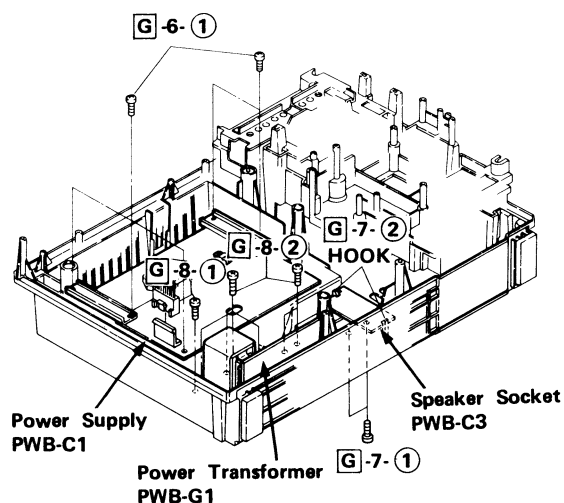

Figure 11-3
- ① Remove four screws from the heat sink support angle shown in Fig. 11-3, and take the P.W.B. off.
- ① Remove two screws from the speaker terminal and take the speaker socket P.W.B. while loosening two hooks. See Fig. 11-3.
- ① Disconnect the socket (CNS403) and remove one screw from the wire holder. See Fig. 11-3.
- ② Remove four screws from the power transformer and two screws from the voltage selector. Then take the power transformer P.W.B. out. See Fig. 11-3.
- ① Die vier Schrauben vom Kühlblechstützwinkel gemäß der Abbildung 11-3 entfernen und dann die Leiterplatte herausnehmen.
- ① Die zwei Schrauben von der Lautsprecherklemme entfernen und die Lautsprecherbuchsen-Leiterplatte durch Lockern der zwei Haken abnehmen. Siehe Abbildung 11-3.
- ① Die Buchse (CNS403) abziehen und die einzelne Schraube vom Leitungshalter entfernen. Siehe Abbildung 11-3.
- ② Die vier Schrauben vom Leistungstransformator und die zwei Schrauben vom Spannungswähler entfernen. Danach kann die Leistungstransformator-Leiterplatte abgenommen werden. Siehe Abbildung 11-3.
- ① Enlever les quatre vis de l'équerre de support de la plaque de refroidissement indiquées dans la Fig. 11-3, et retirer la P.M.I.
- ① Retirer les deux vis de la borne de haut-parleur et enlever la P.M.I. de la douille de haut-parleur tout en desserrant les deux supports. Voir la Fig. 11-3.
- ① Débrancher la douille (CNS403) et retirer une vis du support de fils. Voir la Fig. 11-3.
- ② Retirer les quatre vis du transformateur de puissance et les deux vis du sélecteur de tension. Puis enlever la P.M.I. du transformateur de puissance. Voir la Fig. 11-3.